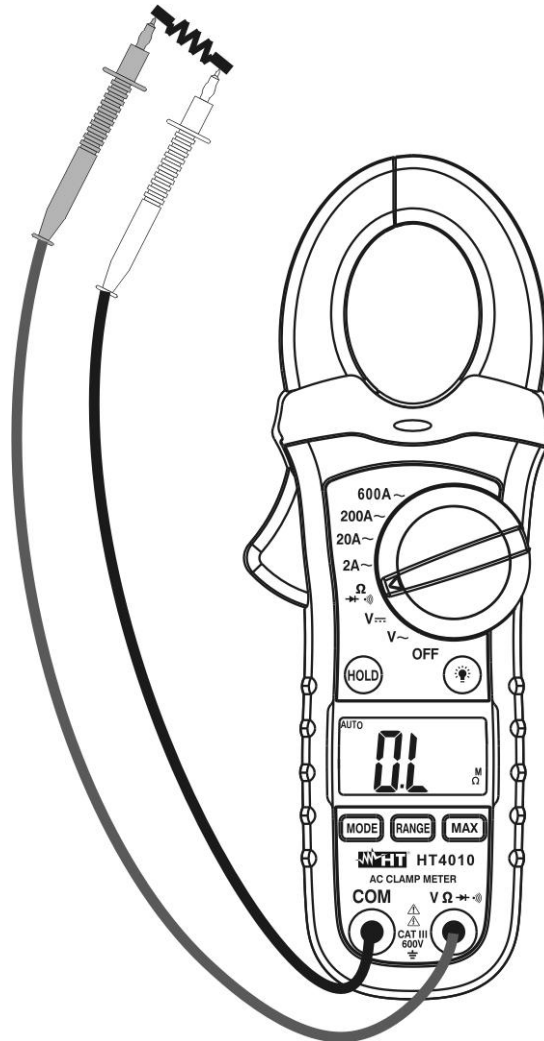

Fig. 5: Uso da pinça para medição de Resistências
4. Colocar as ponteiros nos pontos pretendidos do circuito em exame (ver Fig. 5). O valor da resistência é apresentado no display